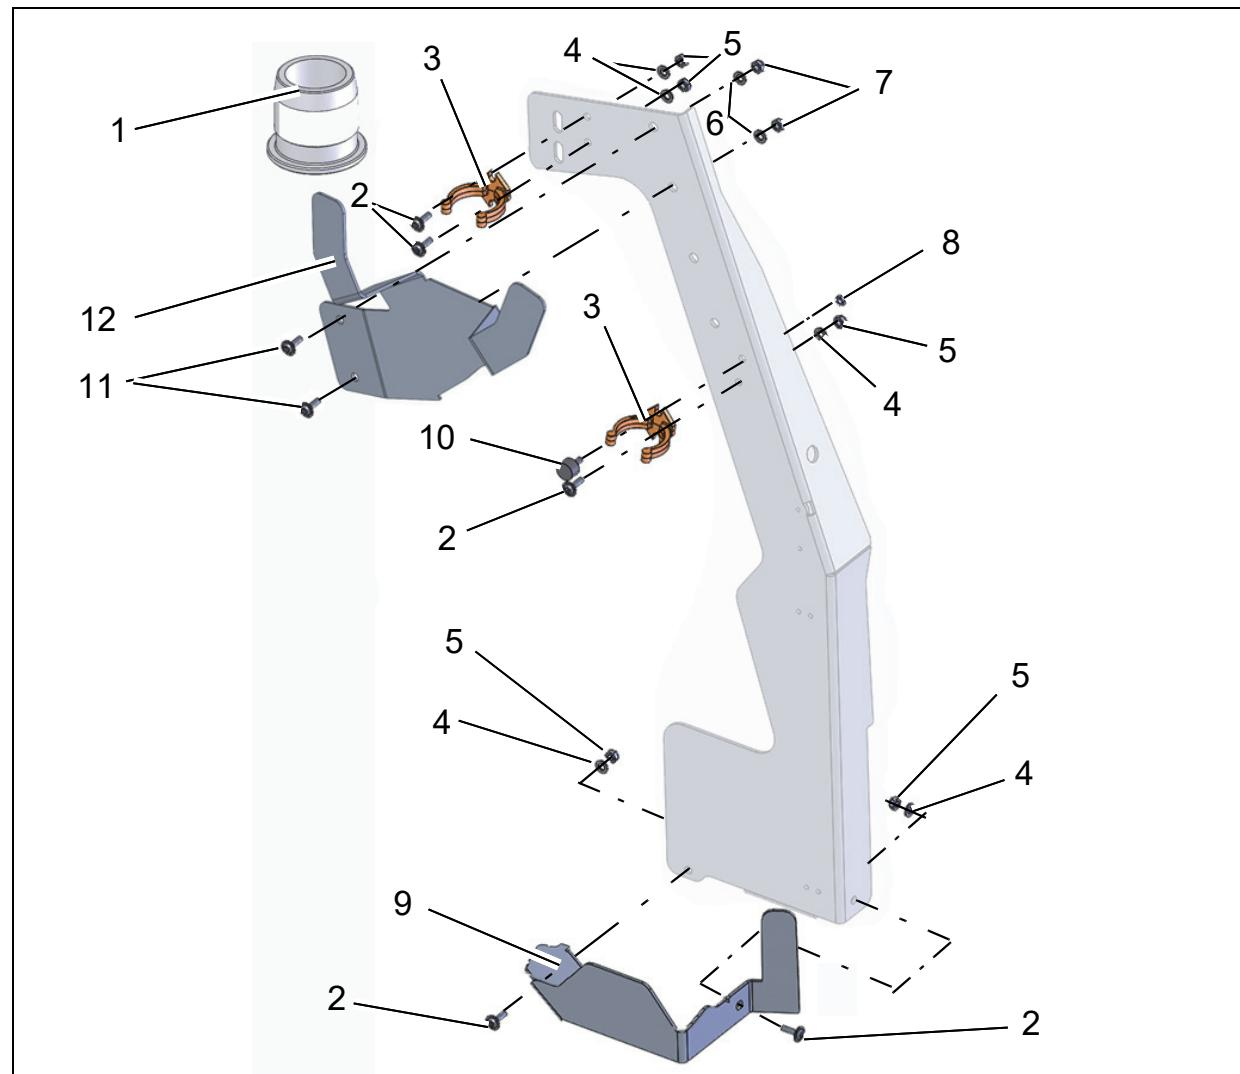

Abb. 1
1. Die beiden Schlauchhalter (Abb. 2/1), das Aufnahmblech (Abb. 2/2) und den Halter für das Sprühsaugtool (Abb. 2/3) mit den Normteilen (siehe Abb. 1) am Toolhalter (Abb. 2/4) befestigen.